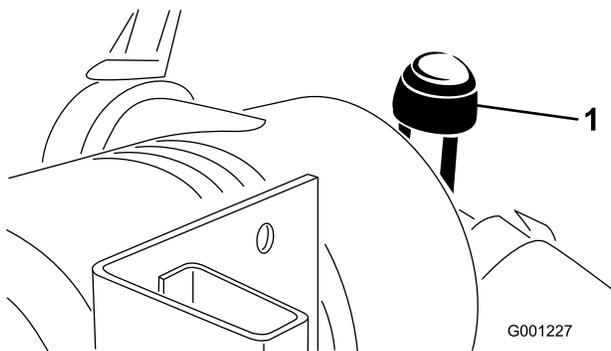

図 46
- ・ エア・クリーナの整備はインジケータ(図 46)が赤色になっていたら、または 400 運転時間ごと(非常にホコリのひどい場所で使っている場合はよりひんばんに)行ってください。エアフィルタの整備のしすぎはかえってよくありません。
9. インジケータ(図 46)が赤になっている場合はリセットする。